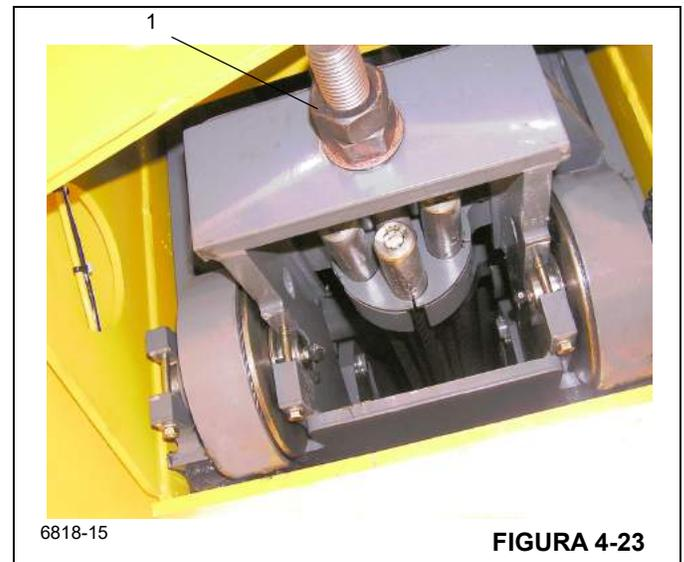

FIGURA 4-23
9. Saque la contratuerca y la tuerca de ajuste (1), (Figura 4-23) del perno de ajuste del cable de extensión. Esto libera al cable de extensión del miembro soldado de la sección central interior.